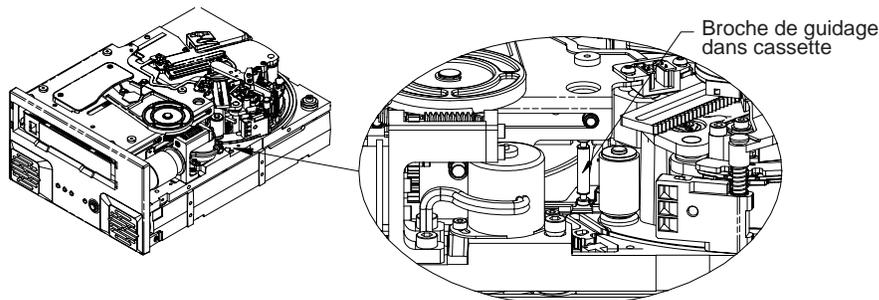

Figure 16. Schéma du Viper 200 montrant la broche de guidage dans la cassette LTO (bande non en place sur le moyeu de réception)
- Cas 1 : La cassette est chargée et la broche de guidage se trouve encore dans la cassette (voir Figure 16). Suivez la procédure indiquée, page 36.
1. Vérifiez que la broche de guidage se trouve encore dans la cassette, comme sur la figure 16. Si elle est sortie de la cassette, mais se trouve encore sur la trajectoire de la bande, suivez les instructions du **Cas 2 : La cassette est chargée et la bande est partiellement en place**, page suivante.